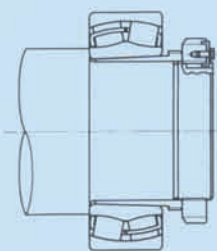
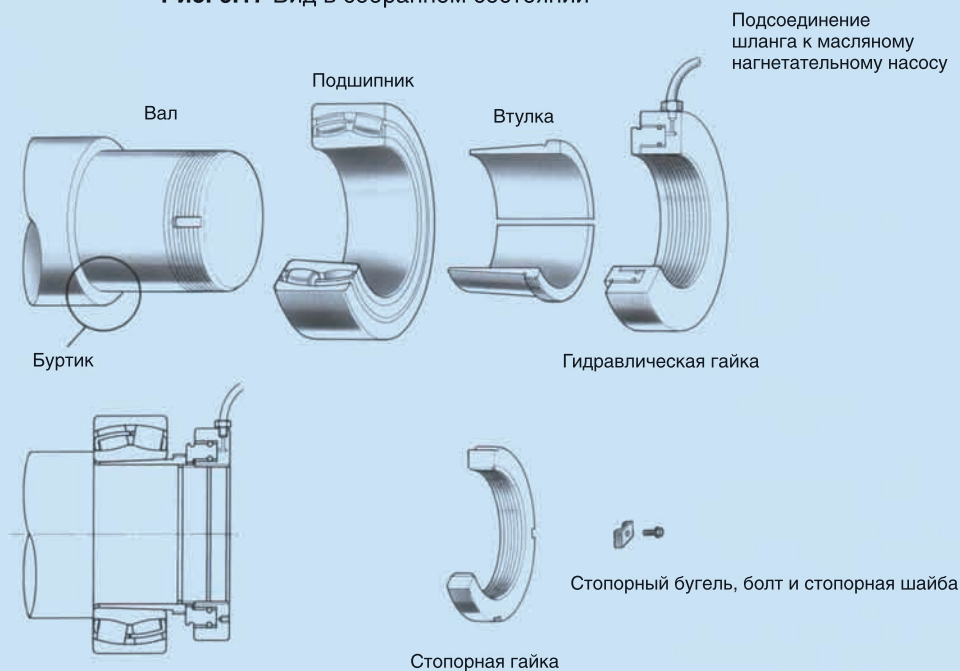

Рис. 6.17 Вид в собранном состоянии
Рис. 6.18 Способ гидравлической гайки
- 2) Способ гидравлической гайки (**рис. 6.17** и **рис. 6.18**)